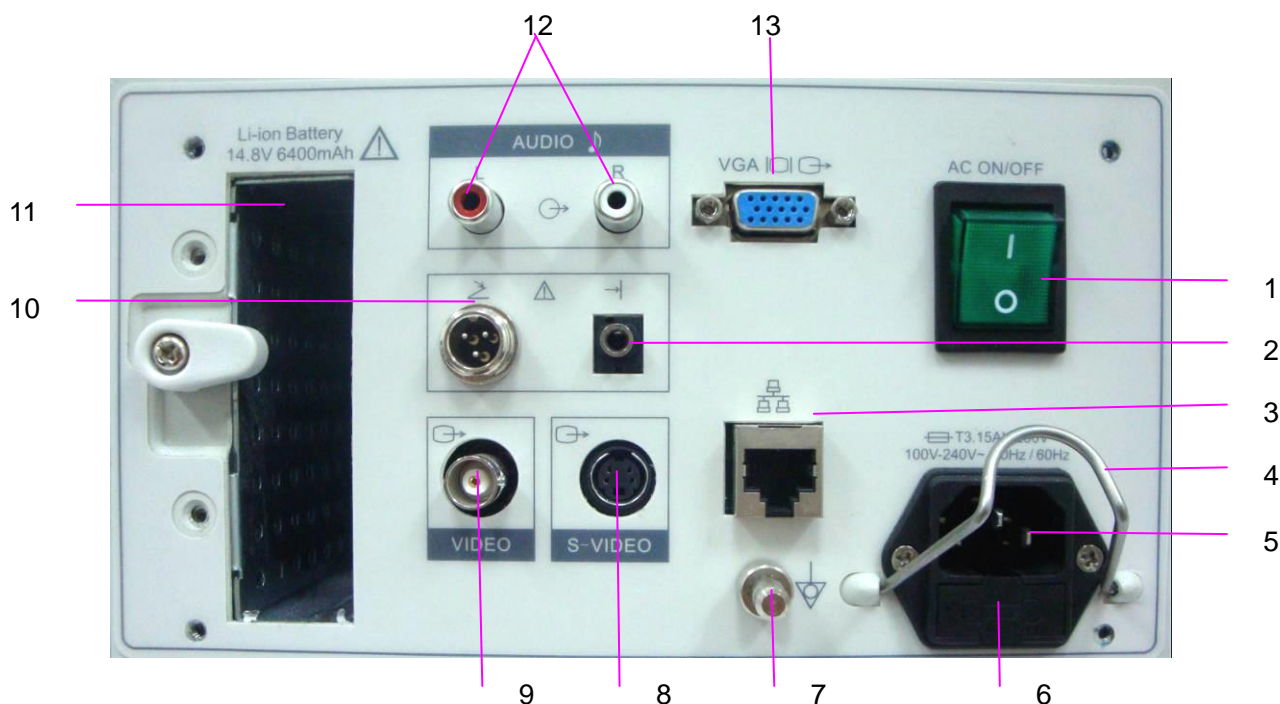

Рис. 4-5 Порты ввода-вывода на задней панели
4. Детали и принадлежности необходимо подключать к портам ввода/вывода, обозначенным на Рис. 4-5 Порты ввода-вывода на задней панели. Например, к портам USB можно подключать только входящие в комплект поставки или рекомендуемые USB-устройства; НЕ подсоединяйте телефонную линию к сетевому порту; НЕ подсоединяйте наушники к порту ножной переключателя или удаленному порту.